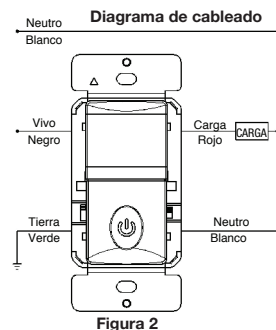

Figura 2
- Conecte los cables conductores como se muestra en el DIAGRAMA DE CABLEADO (consulte la Figura 2): Cable negro a línea (viva), cable rojo a cable de carga, cable blanco a cable neutro y cable verde a tierra.